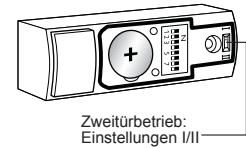

Abb.12
- Öffnen Sie wie oben beschrieben die Abdeckung des Klingeltasters (Abb. 1-3). Stellen Sie mit dem schwarzen Schalter "I / II" (Abb. 12) ein, ob der empfangende Gong mit der von Ihnen gewählten Melodie läutet (Einstellung "I") oder eine werkseitig voreingestellte, einfache Tonfolge spielt (Einstellung "II"). Befestigen Sie abschließend wieder den Dichtungsschutz und die Glasabdeckung.